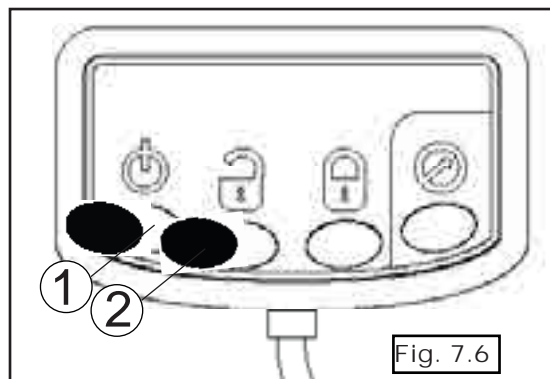

Fig. 7.6
2. Appuyez sur le bouton de mise en marche (1) [Figure 7.6]. Appuyez dans les six secondes qui suivent sur le bouton de déverrouillage (2) [Figure 7.6].